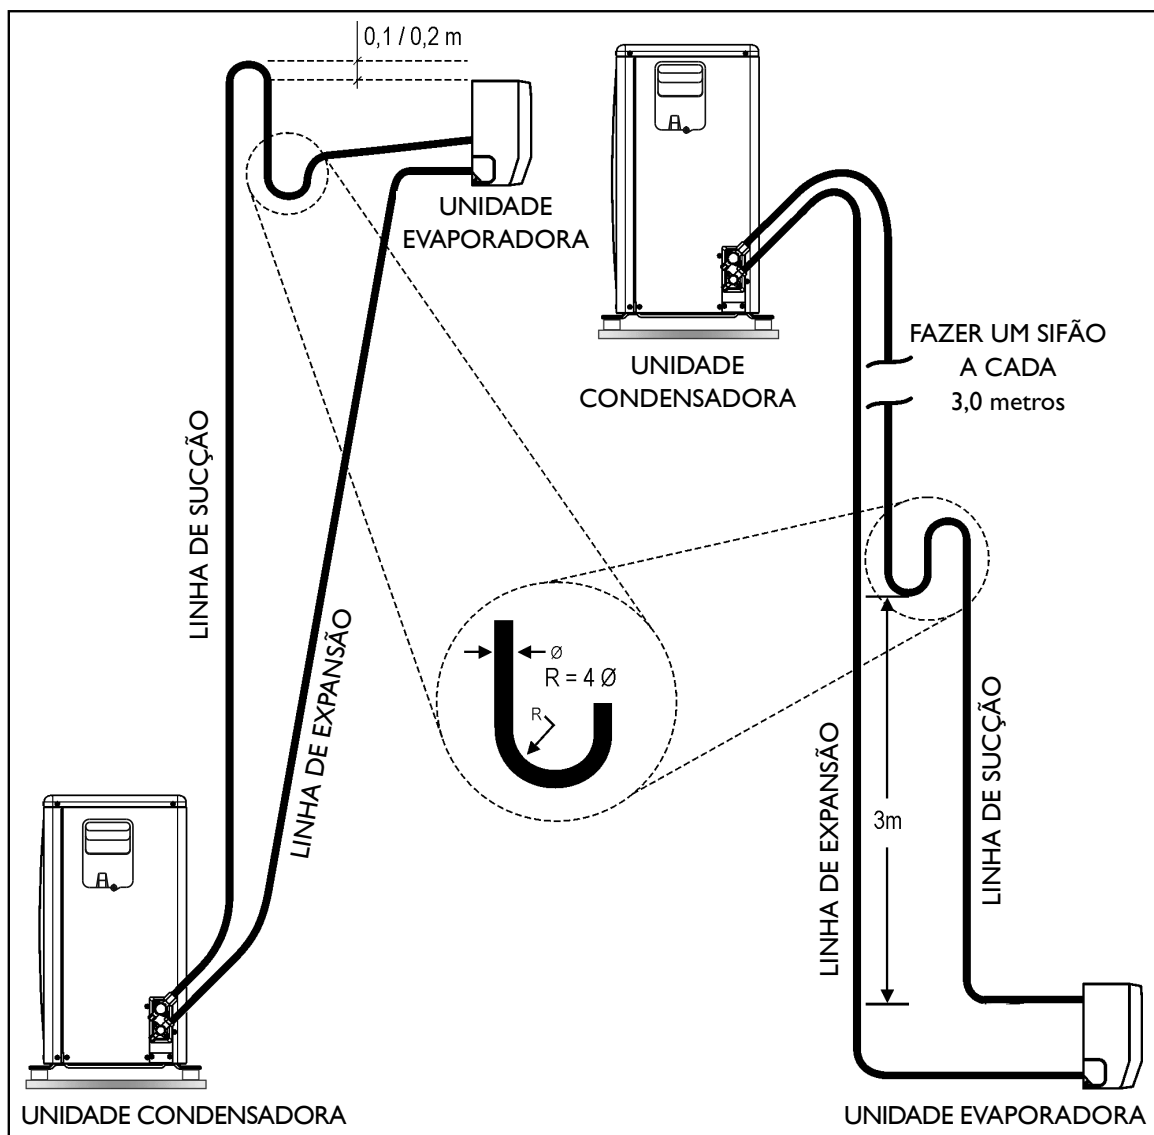

FIG. 15 - LINHAS DE INTERLIGAÇÃO
- 1° Elevar a linha de sucção acima da unidade evaporadora antes de ir para a unidade condensadora (0,1m para modelos 38MB_09 e 12 e 0,2m para 38MB_18 e 24), quando a evaporadora estiver acima ou no mesmo nível da condensadora. (Fig. 15)
- 2° Fazer sifões nas subidas da linha de sucção a **cada 3,0 m** para os modelos, incluindo a base (saída da evaporadora). Caso o desnível seja menor que 3 m faça apenas na base. (Fig. 15)